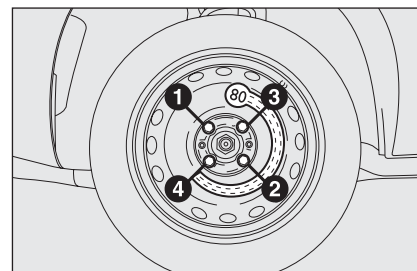

fig. 16
- ☐ utilizando la llave en dotación, apriete a fondo los tornillos, siguiendo el orden anteriormente ilustrado para la rueda de repuesto (más pequeña que una rueda normal) **fig. 16**;